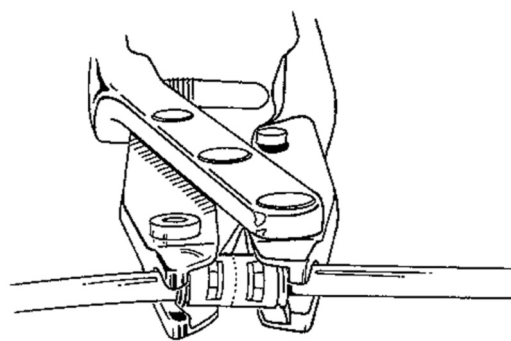

Figura 4-19. Posizionamento del connettore nello strumento di assemblaggio
9. Posizionare le estremità del connettore nelle ganasce dello strumento di assemblaggio (**Figura 4-19**).
ATTENZIONE: controllare i tubi prima di chiudere lo strumento di assemblaggio. Il tubo non deve rimanere intrappolato tra le ganasce dello strumento di assemblaggio e il connettore ma deve fuoriuscire dritto dalle estremità del connettore, attraverso le guide dello strumento di assemblaggio. Dopo aver utilizzato lo strumento di assemblaggio AMS Quick Connect, il tubo deve sporgere dalla finestra del connettore. Ciò indica che il tubo siede ancora saldamente nella parete centrale del connettore. L'estremità dell'anello fuori del connettore deve risultare parallela e quasi a livello dell'estremità del connettore (**Figura 4-19**), ad indicare che l'anello è stato completamente inserito nel connettore ed ad esso collegato. Tirare con fermezza entrambe le estremità del connettore a verifica dell'effettuazione di un collegamento corretto.